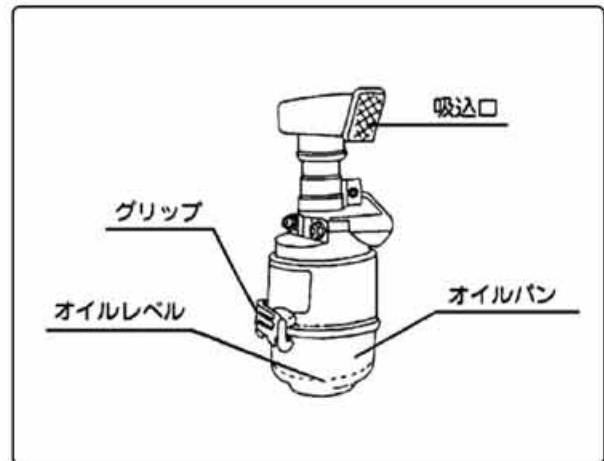

図36
① グリップを外しオイルパン及びエレメントを取外してください。(図36)
④ エアクリーナの吸込口をホコリの少ない方向（ハンドル側）に向けてください。(図36)